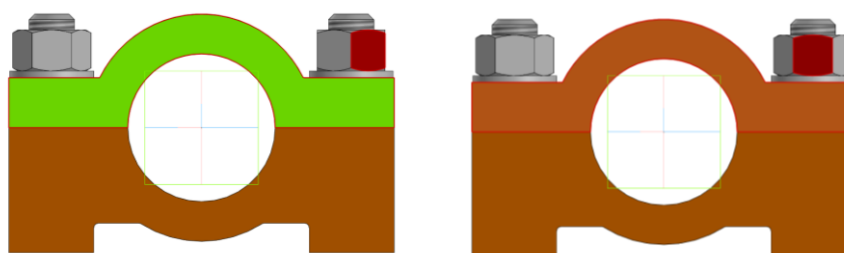

Рис. 30 Операция «Параллельность» для Гайки и Крышки
В соответствии с ГОСТ 2.305–2008 у гайки на главном изображении (фронтальная плоскость проекций) должно быть видно максимальное количество граней (3). На грань Гайки и плоскость Крышки необходимо установить зависимость «Параллельность» (рис. 30).